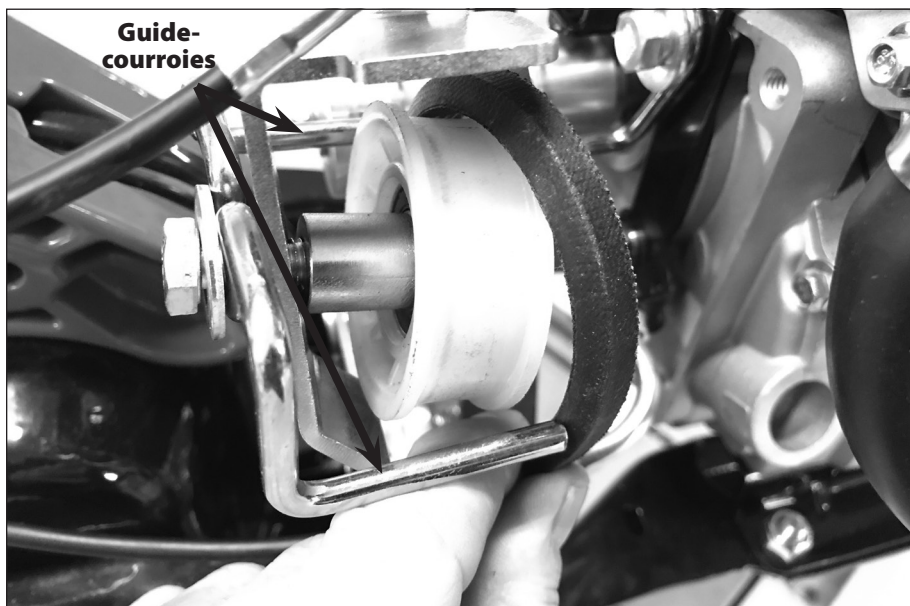

Figure 21
6. Tirer le bras de marche arrière à l'écart de la poulie du moteur. À l'aide de deux clés de 13 mm, desserrer la poulie folle du bras de marche arrière suffisamment pour pouvoir dégager la courroie de marche arrière. VOIR FIGURE 21
4. Enfiler la courroie de marche arrière sur la poulie folle du bras de marche arrière entre le guide-courroies et la placer contre la gorge de marche arrière de la poulie du moteur. VOIR FIGURE 21